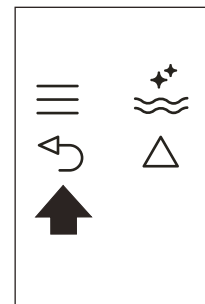

Abb. 25
- ▶ Drücken Sie zweimal das Symbol ↶ (B6) (Abb. 25), um das Menü zu verlassen.